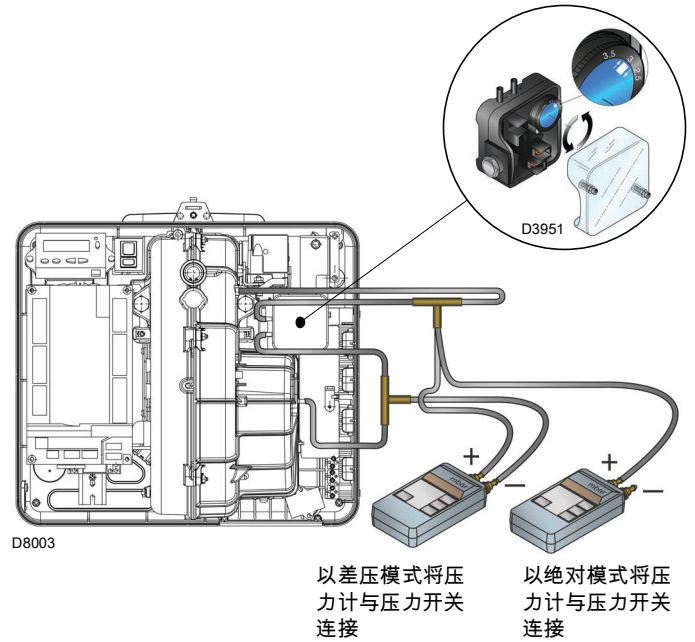

图 30
- ▶ 调节风压开关 (图 30, 页 32) 到量程的起始位置。
在进行上述燃烧器各部分调节时，风压开关置于量程开始位置（图 30），上述所有调整结束后，方可调节风压开关。
压力计的连接如图 30 所示。标准配置以“绝对模式”连接风压开关。注意不要出现“T”型连接。
在此情况下，压力计必须以差压模式连接，如图 30 所示。